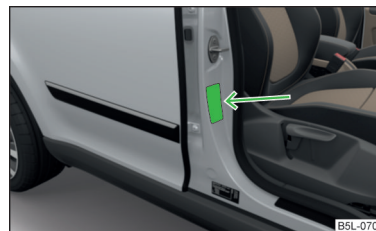

Fig. 16
- Sur le montant B côté passager avant » fig. 16. L'autocollant est visible dès que la portière du passager avant est ouverte.